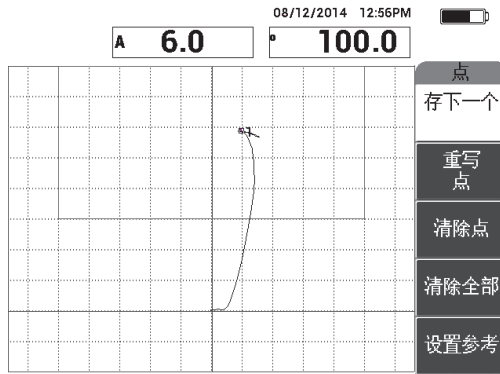

图 6-48 记录的第一个点
6. 按**存下一个** (A 键)，记录第一个点 (参见第 146 页的图 6-48)。